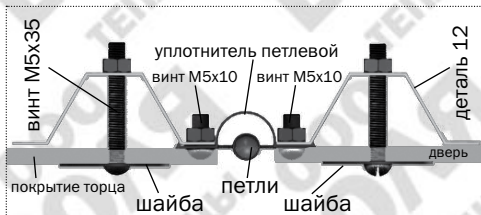

Рис.23
**5.** Закрепите куски покрытия на форточке и двери шайбами (**рис.18,19**), сделав выпуск покрытия по одной стороне (**рис.23**), предварительно закрыв соты (оклеив их скотчем). Профили уплотнительные устанавливаются по контуру форточек и дверей в соответствии с рисунками **18,19,21,22**.